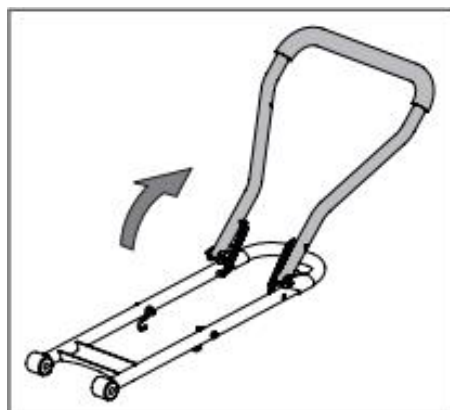

Рис. 2 Раскладка рабочей рукоятки.
1. Разложите рабочую рукоятку, как показано на Рис. 2